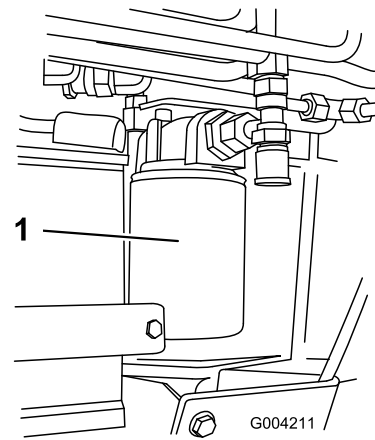

Figure 67
4. Placez un bac de vidange sous le filtre (Figure 67).
5. Enlevez le filtre à huile usagé (Figure 67) et essuyez la surface du joint de l'adaptateur.
7. Montez le filtre hydraulique de rechange sur l'adaptateur (Figure 67). Tournez le filtre dans le sens horaire jusqu'à ce que le joint rejoigne l'adaptateur, puis donnez 3/4 de tour supplémentaire.